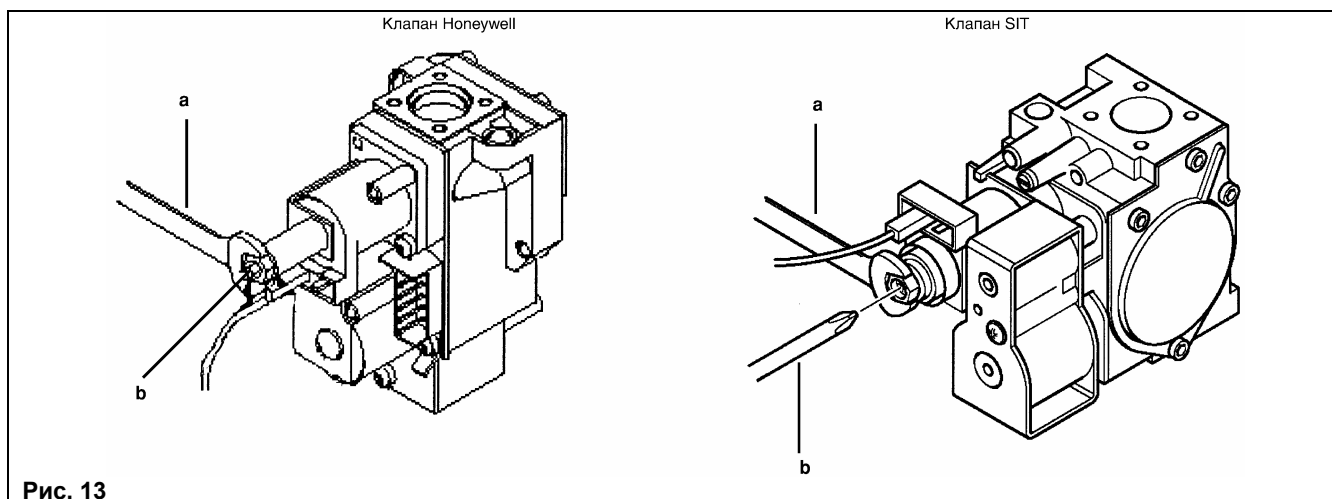

Рис. 13
- Проверить давление газа на горелке согласно таблице 1 для соответствующей модели котла и соответствующего типа газа. При необходимости снять крышку модулятора (позиция 4, рис.12) и поворачивать латунный винт (винт а, рис.13) до достижения давления, указанного в таблице 1 для соответствующей модели котла и соответствующего типа газа.
- Отсоединить провод питания модулятора. Котел перейдет в режим минимальной мощности. Проверить давление газа на горелке согласно таблице 1 для соответствующей модели котла и соответствующего типа газа. При необходимости и поворачивать винт (винт b, рис.13) до достижения давления, указанного в таблице 1 для соответствующей модели котла и соответствующего типа газа.